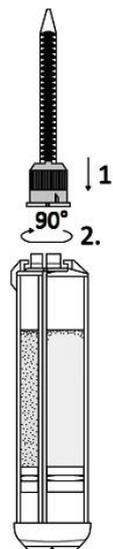

Fig. 5
5. Appuyez fermement la pointe de l'applicateur sur la seringue et tournez l'écrou de l'embout de l'applicateur de 90° dans le sens des aiguilles d'une montre pour verrouiller la pointe sur la seringue (fig. 5). Si le capuchon n'est pas tourné, la pointe d'application ne sera pas verrouillée et peut tomber de la seringue avant/pendant l'application, et la fuite de glutaraldéhyde non réagi avec l'albumine peut entraîner des dommages aux tissus.